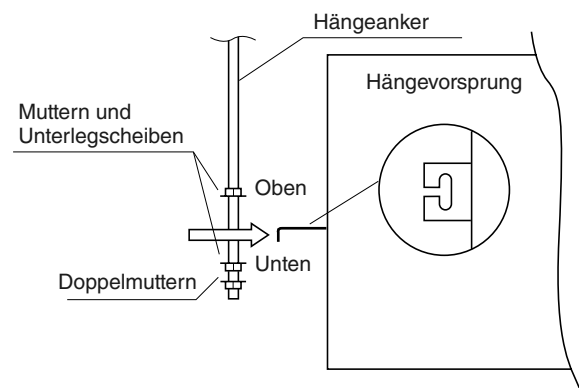

Abb. 3-24
- (1) Wenn die Einheit im Innern der Decke positioniert werden soll, den Hängeankerabstand bestimmen. Beim Aufhängen der Inneneinheit müssen auch die Leitungen in der Decke verlegt und angeschlossen werden. Wenn die Decke bereits fertig gestellt ist, sollten die Leitungen verlegt und zum Anschluss vorbereitet werden, bevor die Einheit im Innern der Decke aufgehängt wird.
- (2) Die drei Sechskantmutter und die beiden Unterlegscheiben (im Fachhandel erhältlich) auf jeden der vier Hängeanker schrauben, wie in Abbildung 3-24 gezeigt. Je eine Mutter und eine Unterlegscheibe für die obere Seite, und zwei Muttern und eine Unterlegscheibe für die untere Seite verwenden, damit die Einheit nicht von den Hängevorsprüngen abrutschen kann.